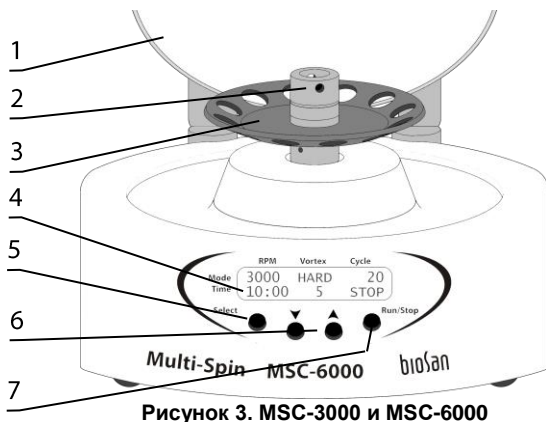

Рисунок 3. MSC-3000 и MSC-6000
4.4.2. **MSC-3000 и MSC-6000.** Чтобы сменить ротор (рис. 3/3), откройте крышку прибора.
Вставьте штифт для съёма ротора в отверстие в головке ротора (рис. 3/2). Удерживая ротор одной рукой, поверните головку ротора против часовой стрелки, используя стержень как рычаг. Смените ротор и зафиксируйте его. Закройте крышку и отключите блок питания от сети.
- 5.3.1. Подключите блок питания к сетевой розетке с заземлением. Загорится дисплей (рис. 3/4) и разблокируется крышка (модель **MSC-6000**).
- 5.3.3. **Установка параметров.** Нажмите кнопку **Select** (рис. 3/5) для выбора изменяемого параметра. Каждое нажатие кнопки **Select** последовательно по кругу активирует параметры. Активный параметр мигает. Используйте кнопки **▲** и **▼** (рис. 3/6) для установки необходимого значения. Если нажать и удерживать кнопку дольше 2 с, значения меняются быстрее.
- 5.3.7. Нажмите кнопку **Run/Stop** (рис. 3/7) чтобы начать программу. Дисплей покажет индикацию RUN (рис. 7/2) и, для **MSC-6000**, индикацию закрытой крышки (■, рис. 7/1).